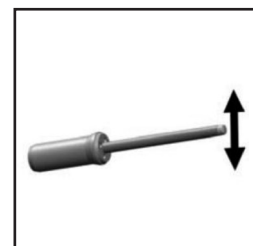

Fig. 22
- c. El vástago debe estar libre para flotar en el soporte cónico. (Ver Fig. 22)